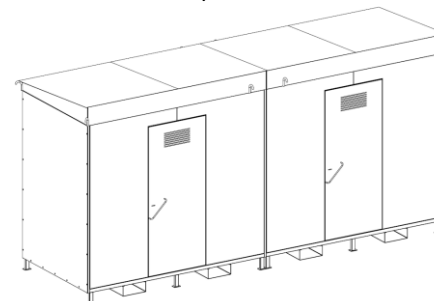

рис. 8
5.8. Установить двери (рис. 8).